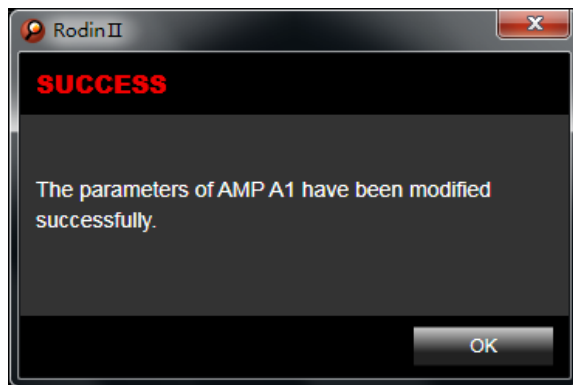
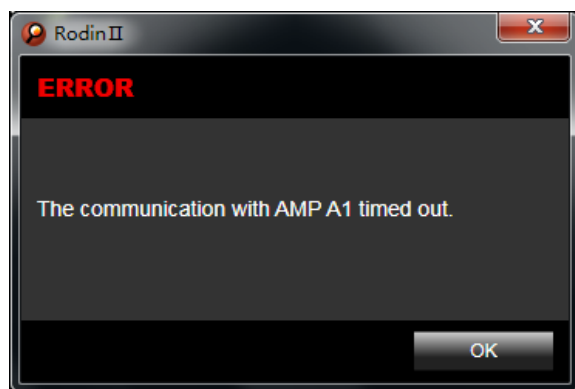

图 5-12 EZ-Flame 放大器写地址按钮示意图
图 5-13 Rodin 软件放大器写地址失败提示框
(3) 点击 AMP Configurations 栏的 Write Address 按钮，建立火检组图标与该放大器的连接，并将设置的地址写入放大器中。如果弹出“图 5-12 放大器写地址成功提示框”窗口表示写地址成功，若弹出“图 5-13 放大器写地址失败提示框”表示写地址失败，需重复(2)(3)步操作。